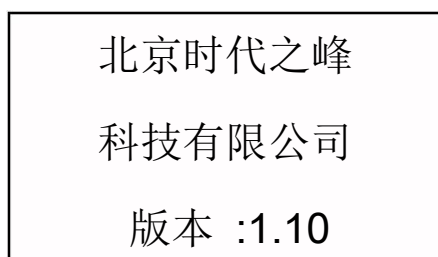
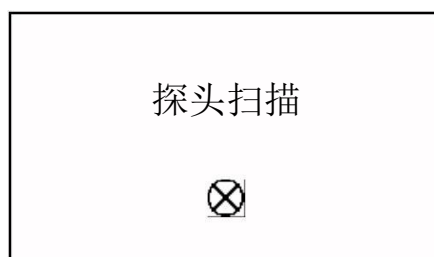

图 3
图 4
2. 按住  键直到屏幕出现显示, 屏幕显示过程 (如图 3、图 4 和图 5):
说明 1: 在图 4 状态下, 只可以进行长按  键关机和长按  键取消探头识别两种操作, 其他键无效; 取消探头识别, 直接进入图 5 状态后, 操作人员可以使用测量以外的其他功能; 若不进行任何操作, 则仪器将会持续检测探头 5 次后进入图 5 状态。
说明 2: 在图 4 中, 该界面持续闪烁说明没有安装探头或者探头识别有误, 请安装探头或检查探头并重新装入。探头类型标志有以下四种形式,
: 探头类型标志(共有四种状态, 同图 4 说明)